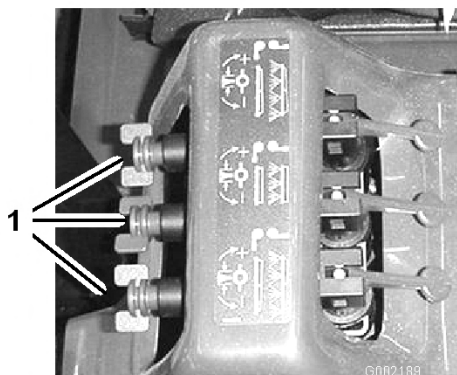

Figure 27
12. Réglez la soupape de dérivation de rampe (Figure 27) située sous la soupape de commande de la rampe que vous avez mise hors service jusqu'à ce que la valeur indiquée au manomètre soit la même qu'au point 9.